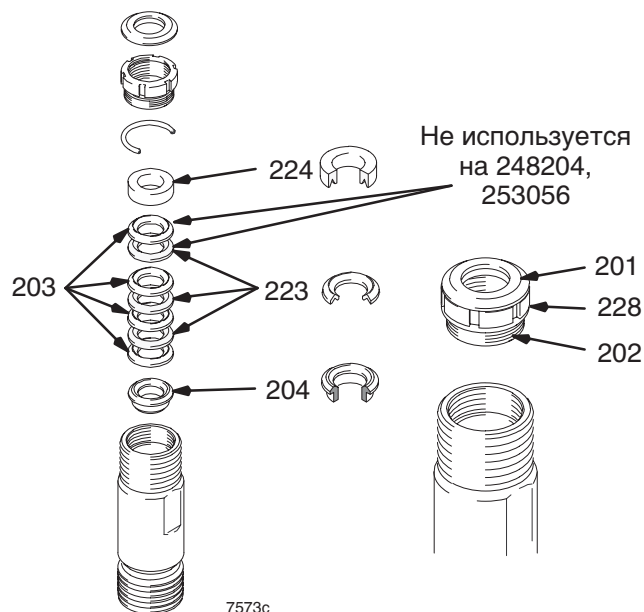

Рис. 12
Рис. 12. Перед сборкой замочите все кожаные уплотнения в масле SAE 30 W, как минимум, на 1 час. Установите внутренний сальник (204). Либо набейте полиэтиленом сверхвысокого молекулярного веса (203) и установите кожаные уплотнения (223) (отметьте положение). Установите наружный сальник (224). Установите уплотнение (201), гайку уплотнения (202) и регулировочную шайбу горловины (228).